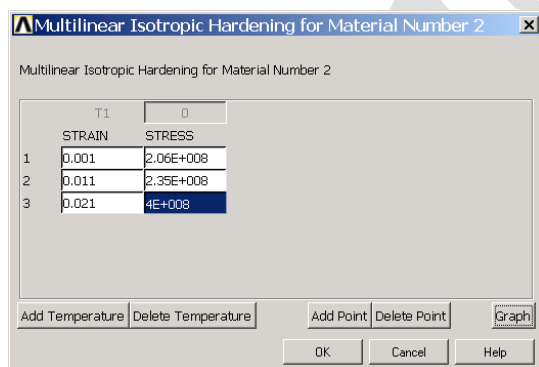

图4.24 添加数据点
(5) 单击【Add Point】按钮，依次添加如图 4.24 所示的数据点。